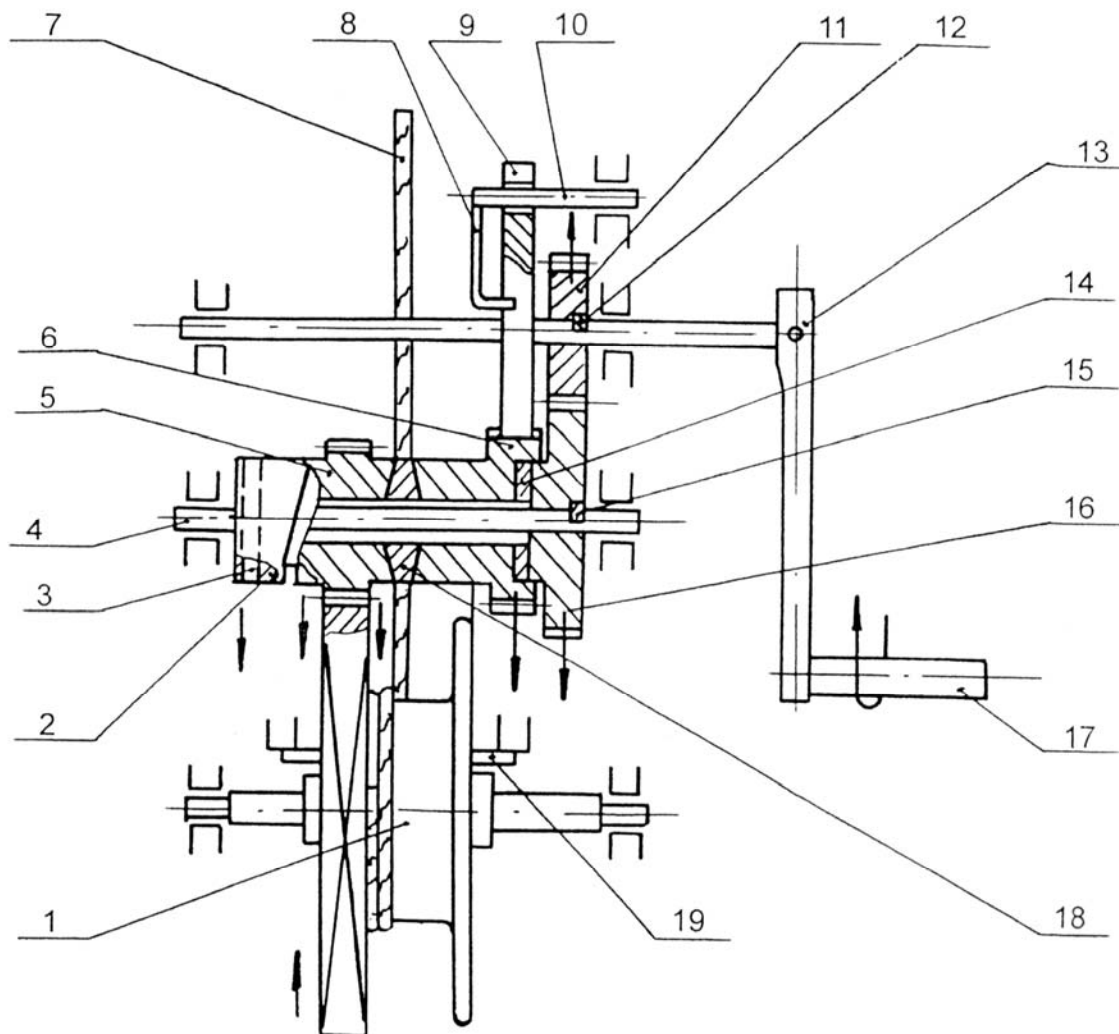
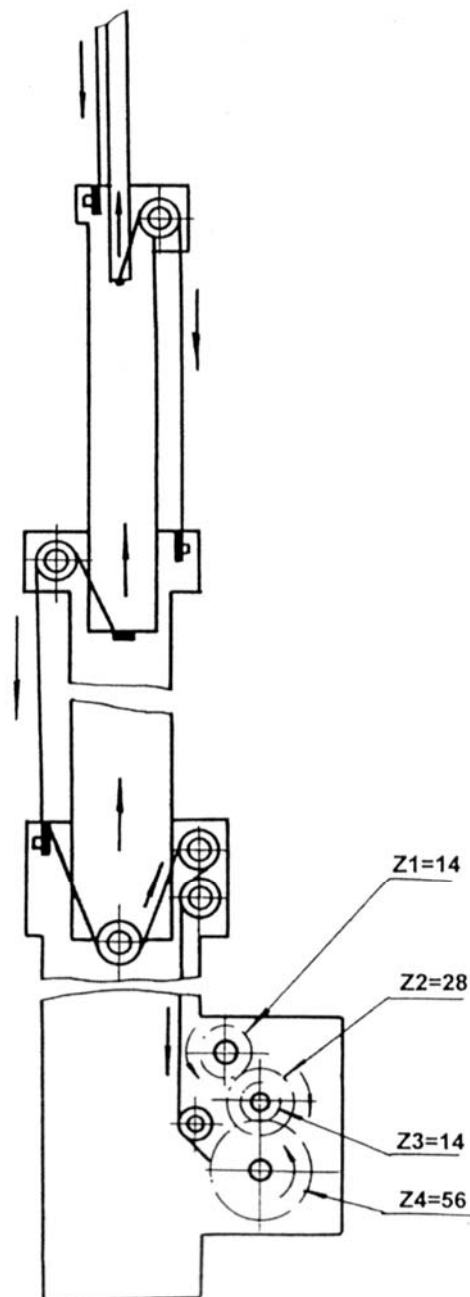
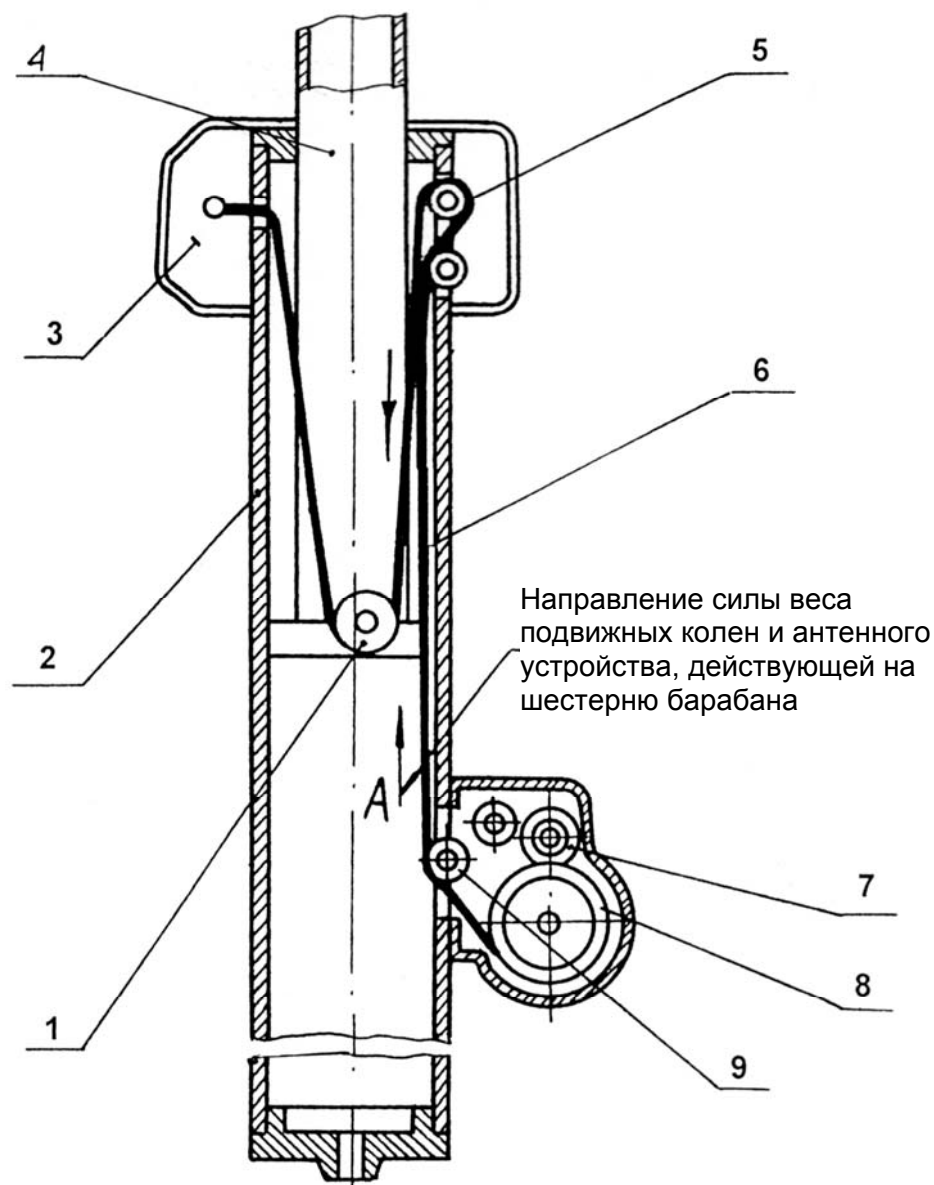

Рис. 9 – Схема механизма лебедки
Рис.11 – Кинематическая схема телескопической мачты
Рис.12 – Схема соединения троса второго колена с первым коленом и барабаном лебедки
Механизм лебедки, схема которого приведена на рис. 9, состоит из следующих основных частей:
- шестерни (см. рис. 9), которая составляет одно целое с барабаном 1, на который наматывается трос;
При развертывании мачты рукоятка 17 вращается по часовой стрелке (см. рис. 9), при этом шестерня 11 передает вращение шестерне 16 и специальной гайке 2, которая жестко закреплена на оси 4 с шестерней 16. Так как в специальной гайке на торце имеется винтовой выступ, а на шестерне 5 соответствующая винтовая впадина, то с началом вращения, гайка, упираясь своим винтовым выступом в винтовую впадину шестерни 5, сдвигает последнюю вправо. При этом шестерня 5 приводит в сцепление с
В результате получается одновременный подъем всех колен (рис. 11). Собачка 9 (см. рис. 9) при развертывании мачты постоянно соприкасается с зубьями храпового колеса 6, вследствие чего в механизме лебедки прослушиваются характерные щелчки.
Если при развертывании мачты прекратить вращение рукоятки, то усилие, прикладываемое к рычагу лебедки и передаваемое на шестерню 5 заменит сила, состоящая из веса поднимаемой части мачты и веса антенного устройства. Эта сила будет действовать на зубья шестерни барабана 1 по стрелке «А» (рис. 12) и не позволит шестерни 5 (см. рис. 9) выключиться из фрикционного зацепления. Так как храповое колесо 6 будет зажато, то оно не даст возможности поворачиваться фрикционному тормозу благодаря собачке 9 (см. рис. 9), которая упрется во впадину храпового колеса 6, и механизм лебедки вращаться не будет.
При свертывании мачты рукоятка 17 (см. рис. 9) вращается против часовой стрелки, вследствие этого весь механизм вращается в сторону, противоположную указанной стрелками. Специальная гайка 2 вершиной своего винтового выступа подходит к срезу винтовой впадины на шестерне 5. Между специальной гайкой 2 и шестерней 5 создается зазор величиной 0,2...0,4 мм (рис. 13).
Так как шестерня 5 (см. рис. 9) сидит свободно на оси 4, то она передвинется влево по этой оси и фрикционное сцепление прекратится. Шестерня 5 начнет вращать шестерню с барабаном 1. С последнего будет сматываться трос. Одновременно с этим под действием собственного веса всех подвижных коленьев и антенного устройства коленья начнут входить одно в другое до тех пор, пока не сойдутся хомуты на них. После схождения хомутов вращение рукоятки прекратится. Палец 19, перемещаясь в пазу барабана 1, упирается в выступы корпуса и ограничивает вращение рукоятки при свертывании мачты. После того, как мачта будет полностью свернута, дальнейшее вращение рукоятки против часовой стрелки станет невозможным. Это устраняет возможность запутывания троса лебедки.
Если при свертывании мачты прекратить вращение рукоятки, то сила «А» (см. рис.12), действующая на трос при развертывании и свертывании мачты в одну и ту же сторону, заставит весь механизм лебедки поворачиваться в обратную сторону. Благодаря давлению зубьев шестерни барабана 1 (см. рис. 9) на зубья шестерни 5, последняя под действием винтового выступа сдвинется вправо и получится фрикционное сцепление. Собачка 9, упираясь во впадину храпового колеса 6, не даст возможности поворачиваться всему фрикционному тормозу, и механизм лебедки вращаться не будет. В результате этого самостоятельного опускания мачты не произойдет.